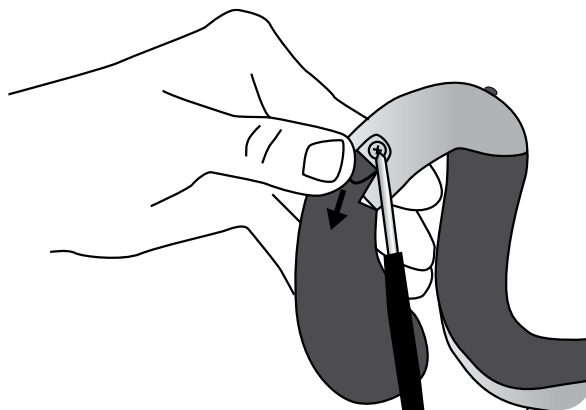

Figure 6-2 : Fixation du thénar à l'orthèse
4. Serrez la vis du thénar. La vis fixe solidement l'unité thénar en place et assure le contact électrique entre l'unité thénar et l'orthèse. Reportez-vous à la Figure 6-2.